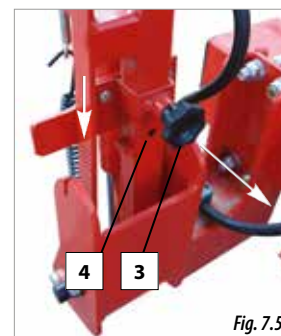

Fig. 7.5
- B. Trageți de mâner (3, Fig. 7.5) și deplasați piesa de fixare în jos până la îmbinarea în poziția de transport (4, Fig. 7.5).